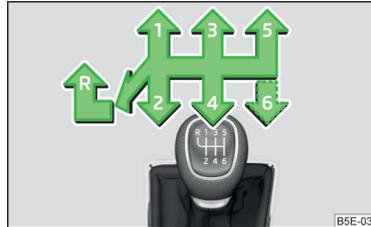

Abb. 140
Auf dem Schalthebel sind die einzelnen Gangstellungen dargestellt » **Abb. 140**.
- › Den Schalthebel völlig nach links und dann nach vorn in **R**-Stellung stellen » **Abb. 140**.